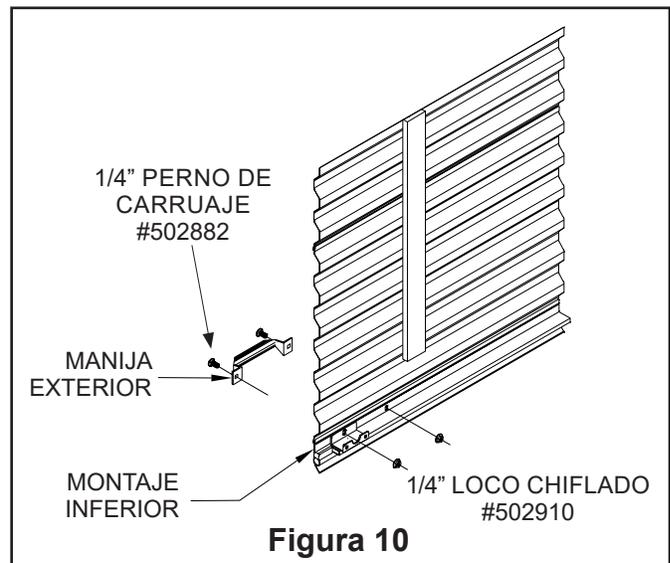

Figura 10
**6.2** Adjunte una guarda al borde interior e inferior de cada lado de la puerta usando un (1) perno de cabeza redonda de 1/4" y una tuerca de reborde (véase la Figura 7). (véase la Figura 10).
**8.2** Manija exterior: Adjunte la manija al borde exterior inferior de la puerta usando los dos (2) pernos de cabeza redonda de 1/4" y tuercas de reborde provistos (véase la Figura 10). Las puertas de 8' de ancho y más grandes tendrán dos manijas.